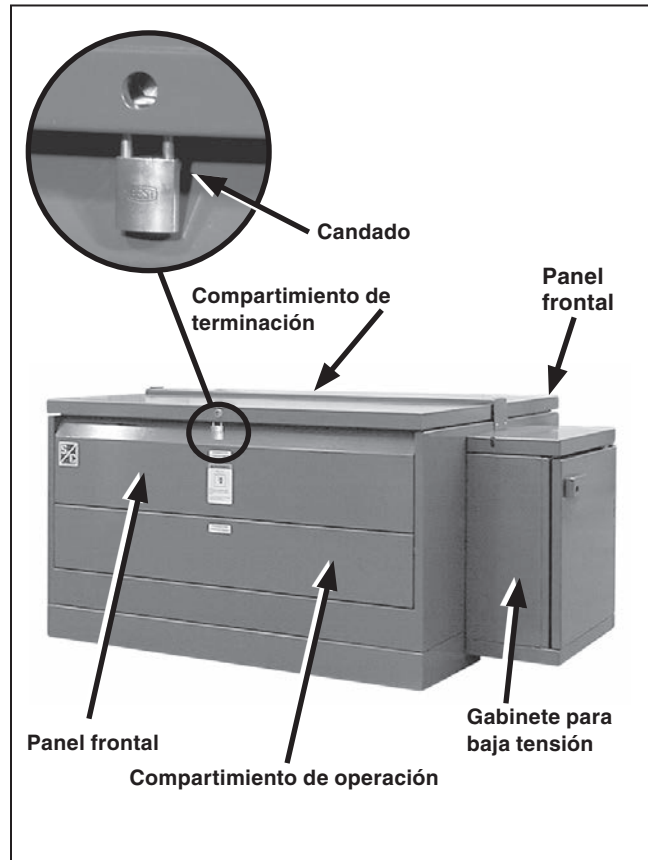

Figura 53. Cierre con candado el gabinete externo así como el de baja tensión.
- PASO 4.** Ponga un candado al interruptor y al gabinete o compartimiento de baja tensión antes de salir del sitio, incluso momentáneamente. Ver Figura 53. Observe este procedimiento aun en aquellos casos donde el equipo es accesible sólo para las personas calificadas.